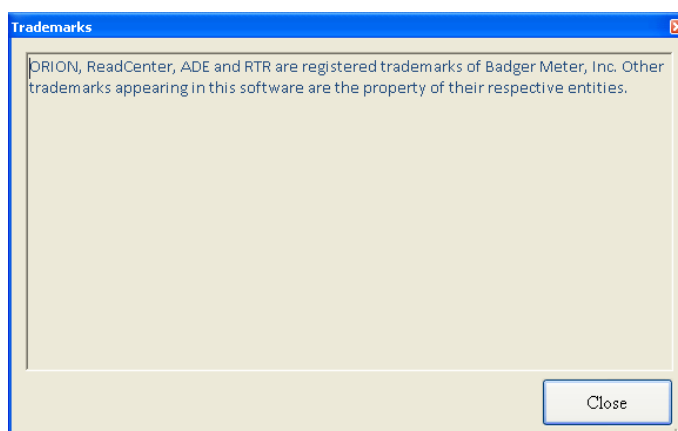

Figura 9: Pantalla Trademarks
- Haga clic en **View Trademarks** para ver el idioma de la marca registrada Badger Meter (*Figura 9*).